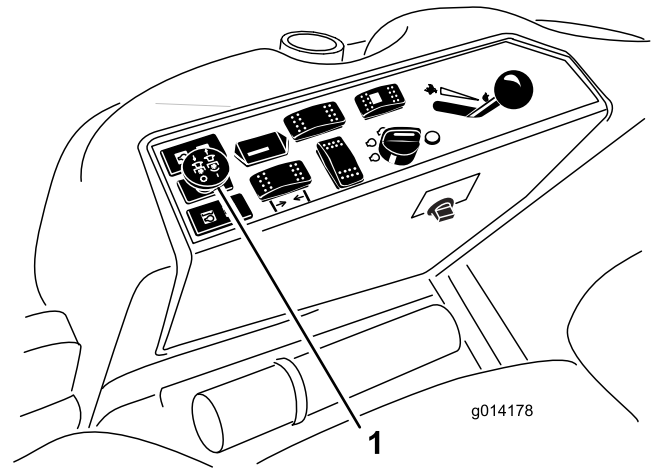

図 23
3. PTO スwitchを引くと PTO が作動を開始する 図 23。